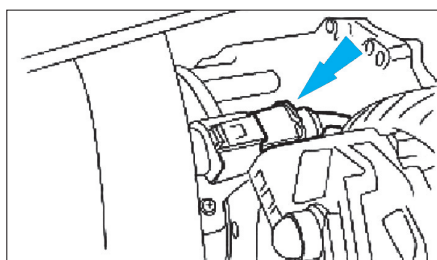

Fig. 5
- Débrancher le connecteur d'embrayage de compresseur de climatisation (Fig.5).